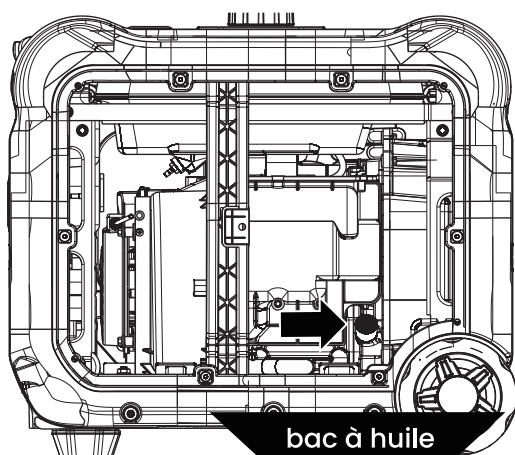

Figure 9: Placez le bac à huile sous le bouchon de remplissage/vidange d'huile.
4. Placez le bac à huile (ou un récipient approprié) sous le bouchon de remplissage/vidange d'huile (voir Figure 9).